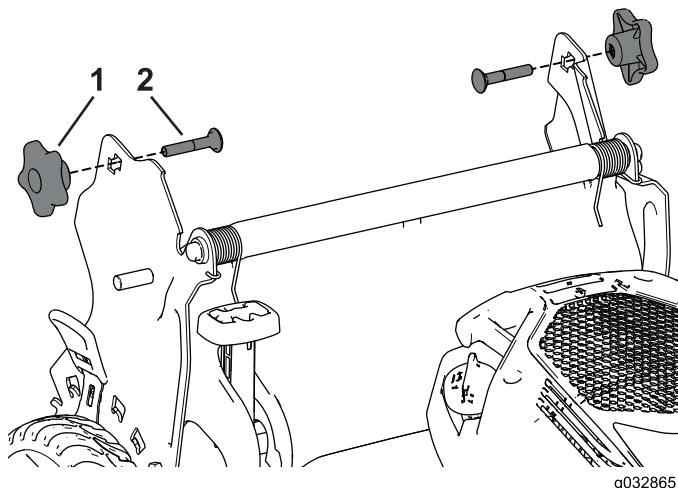

Рисунок 4
- Снимите и сохраните две круглые рукоятки и два каретных болта с кронштейнов рукоятки (Рисунок 4).